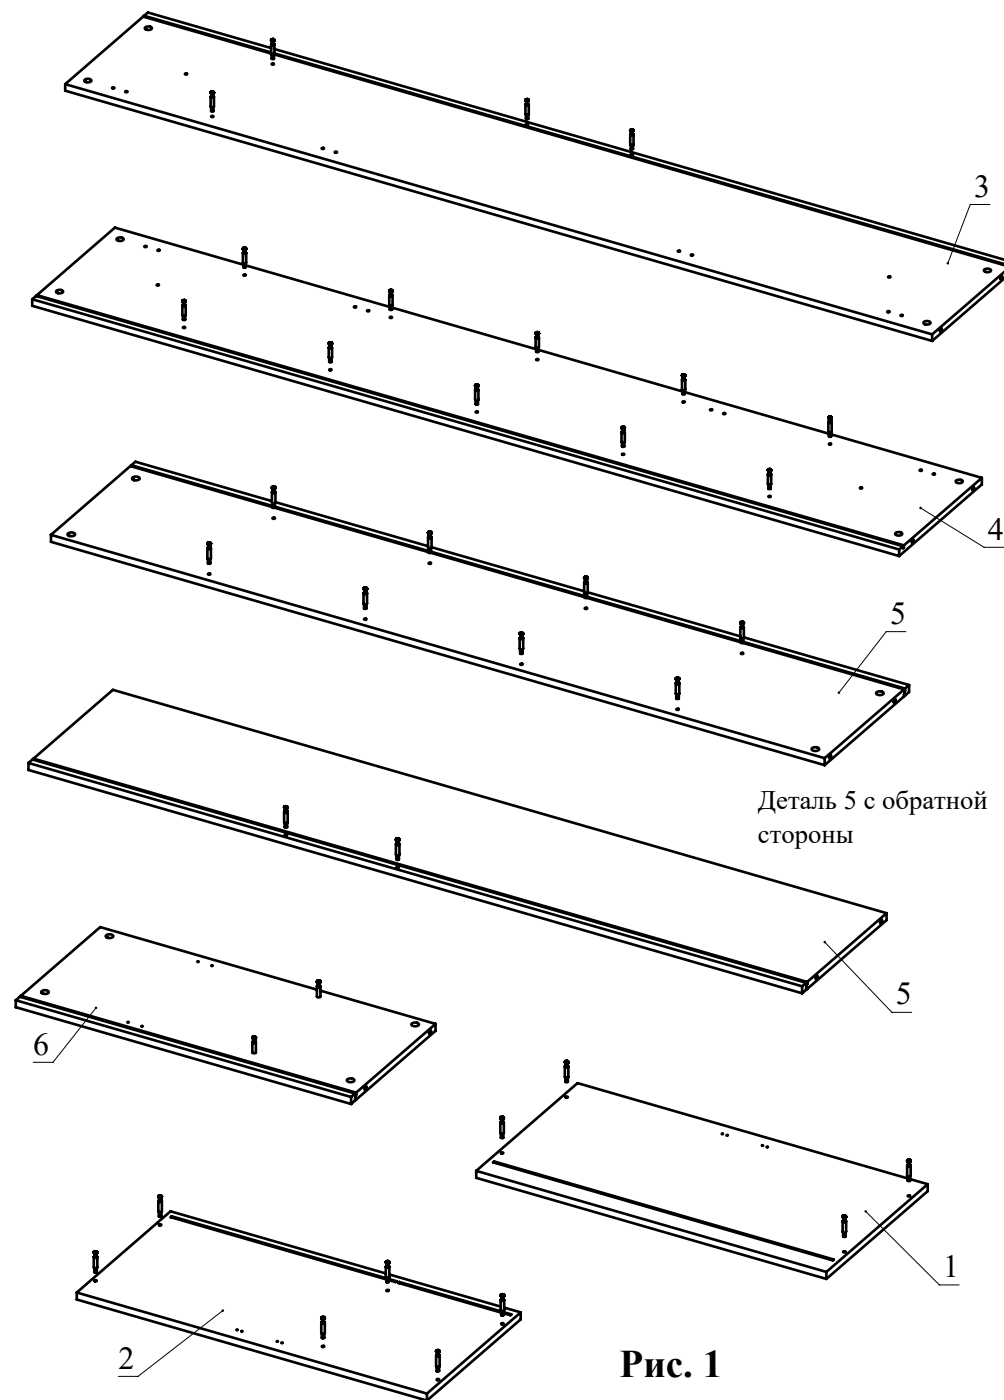

Рис. 1
1. Вкрутите шпильки минификсов в детали 1, 2, 3, 4, 5, 6 (Рис. 1).